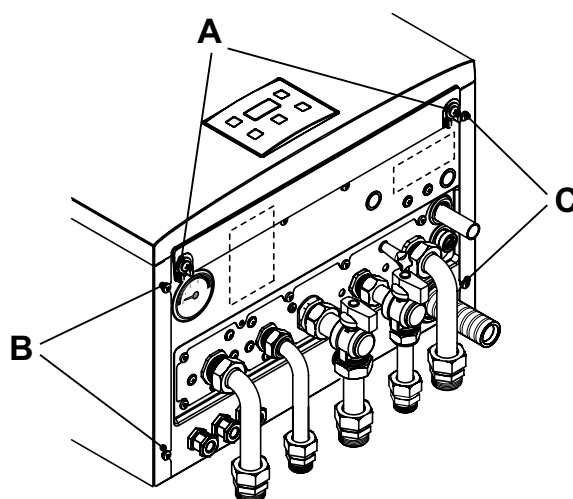
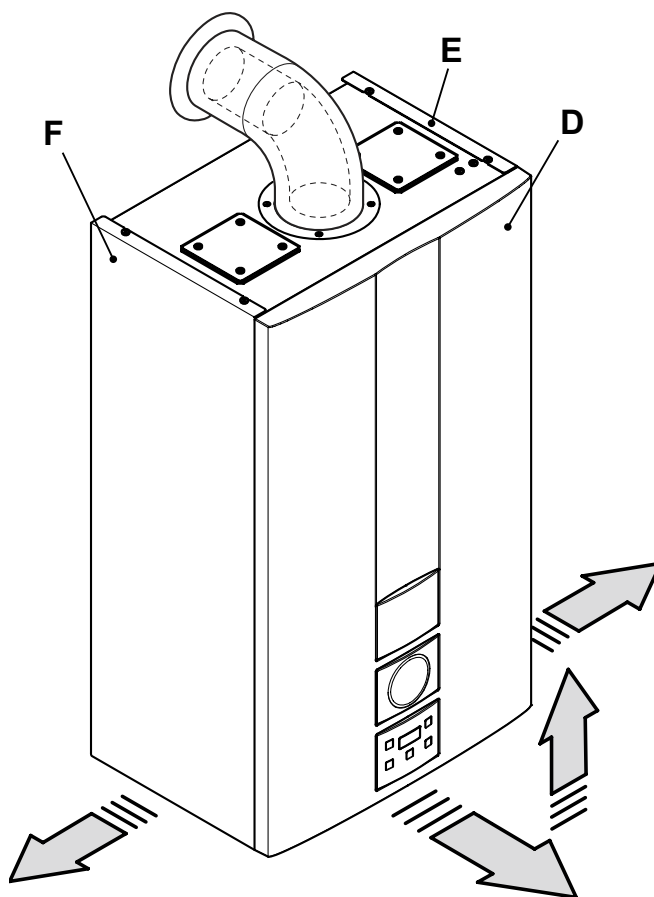

Figura 9.1
Figura 9.2
- Svitare le viti A e rimuovere il pannello frontale D tirandolo a sè e quindi spingendolo verso l'alto in modo da liberarlo dalle sedi superiori (Figura 9.1 e Figura 9.2).
Allentare la viti B e C in Figura 9.1 e togliere i due pannelli laterali E ed F tirandoli verso l'esterno.
- Bloccare il pannello frontale D con le apposite viti A (Figura 9.1).